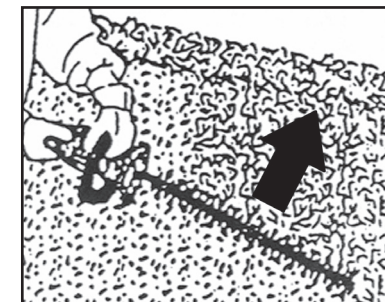

Abb. 7
- Beginnen Sie mit dem Schneiden der Hecke durch gleichmäßige angemessene Bewegungen von unten nach oben, siehe Abb.7.